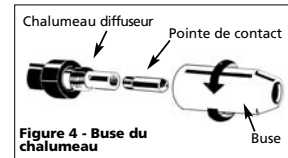

Figure 4 - Buse du chalumeau
- b. Le fil s'agence à la pointe de contact sur l'extrémité du pistolet (voir figure 4).
- du bout du chalumeau de soudeur (Voir Figure 4). Brancher le soudeur dans une prise de courant convenable.
- Glisser avec soin la pointe de contact sur le vil et visser la pointe sur l'extrémité du chalumeau. Installer la buse en tournant dans le sens des aiguilles d'une montre (voir figure 4). Couper le fil à environ 1/4 po (0,635 cm) de l'extrémité de la buse.